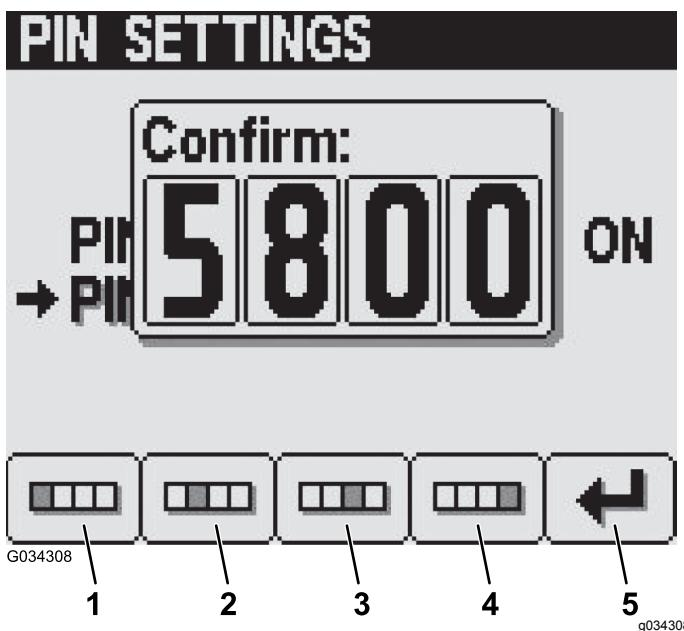

Figura 30
6. Confirme o novo PIN utilizando os botões 1 a 4 e prima o botão 5 quando terminar o PIN (Figura 30).
**Nota:** Depois de confirmar as definições do PIN (Figura 30), surge um ecrã de PIN corrigido durante aproximadamente 5 segundos.